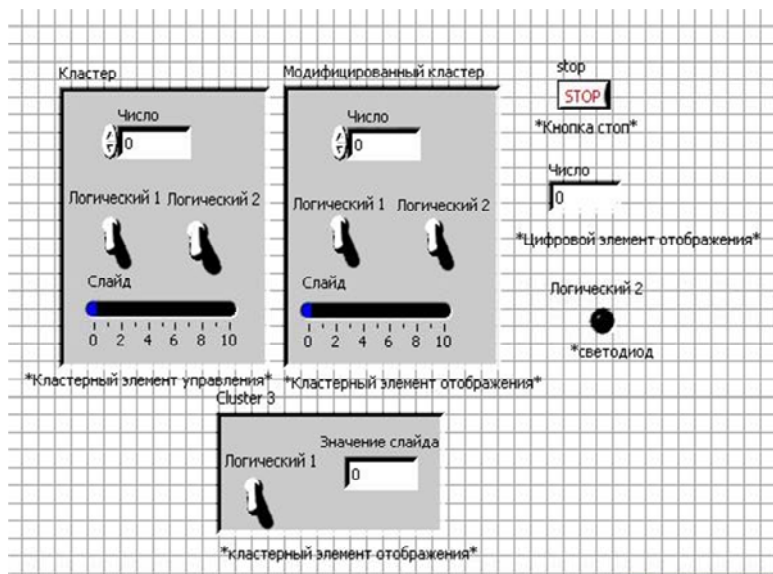

Рис. 6.3. Лицевая панель
1. Откройте новый ВП и создайте лицевую панель, как показано на рис. 6.3.
д) повторите пункт г) для создания элемента «Маленький кластер». Измените его, как показано на рис. 6.3.